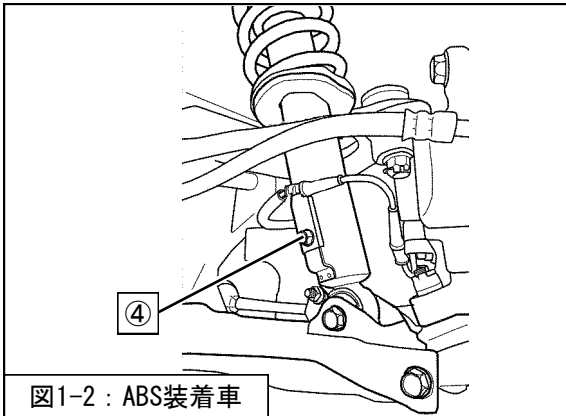

図1-2 : ABS装着車
④ABSセンサハーネス取付ボルトを取外し、ABSセンサハーネスブラケットをフロントサスペンションASSYから取外してください。(図1-2)